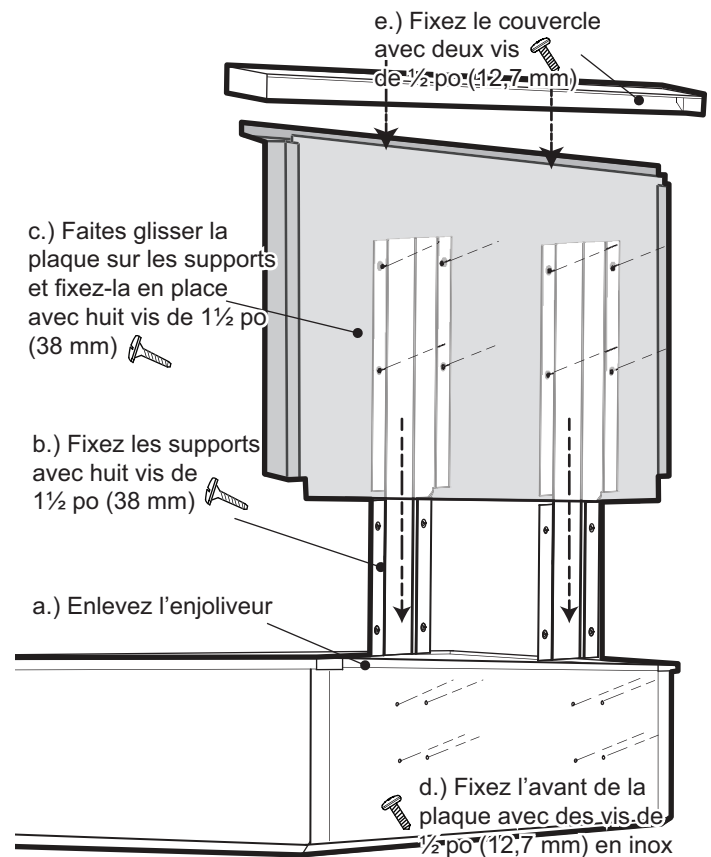

Figure 12 : Pose de la plaque de protection basse
- Selon le modèle, enlevez les trois ou quatre vis en acier inoxydable fournies avec l'enjoliveur pour îlot. Enlevez les deux vis fixant la pièce au panneau arrière. Soulevez l'enjoliveur pour l'îlot pour l'enlever (A, *Figure 12*).
- Faites glisser les pattes des supports entre les deux panneaux arrière des boîtiers des cuisinières. Fixez chaque support avec quatre vis de 1½ po (38 mm) (B, *Figure 12*).
- Faites glisser la plaque de protection sur les deux supports à l'arrière de la cuisinière. Fixez-la en place avec huit vis de 1½ po (38 mm) (C, *figure 12*) (C, *Figure 12*).
- Fixez l'avant de la plaque de protection à la cuisinière avec trois ou quatre vis de ½ po (12,7 mm) (D, *Figure 12*).
- Placez le couvercle de la plaque de protection sur le dessus et fixez-le en place à l'aide de deux vis de ½ po (12,7 mm) (E, *Figure 12*).